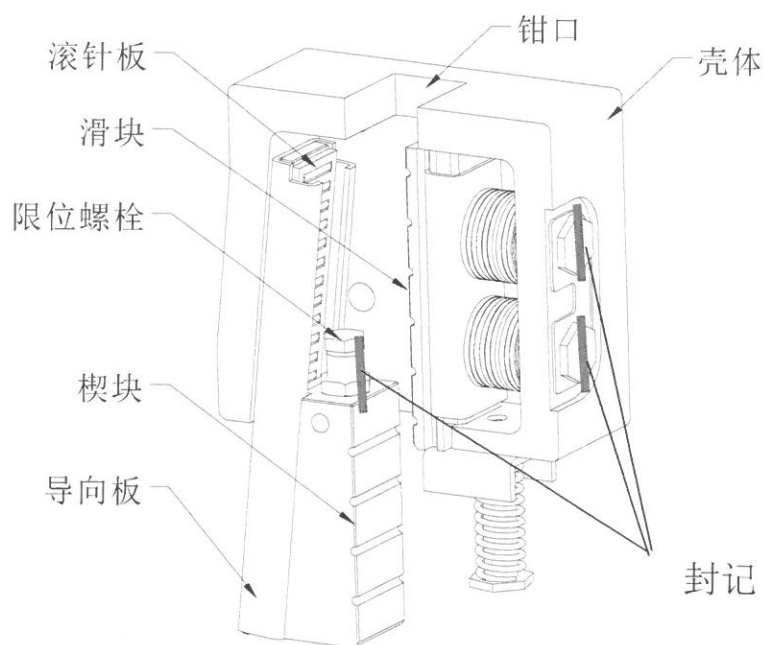

图 1
1.1. 结构示意(图 1)
2.1.2. 安全钳封记处完好(图 1)。
3.3.2. 运动部件(楔块、滚针板、滑块)加润滑油，油品同 1.2.3(图 1)。